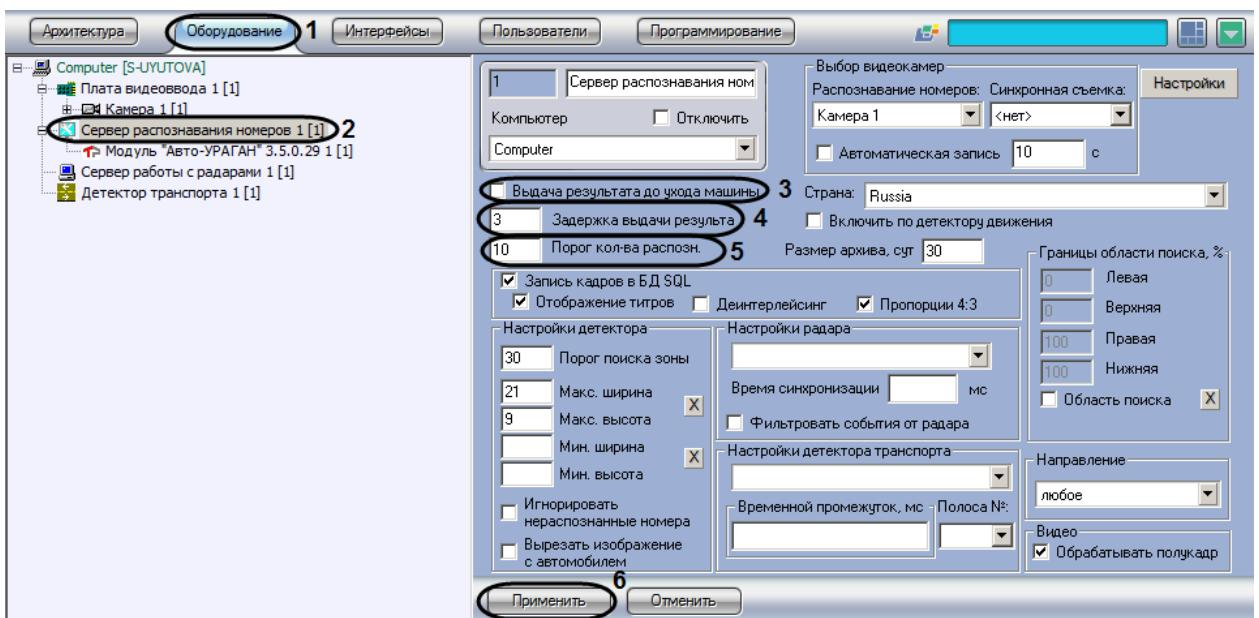

Рис. 7.2—17. Выбор параметров обработки номерного знака
1. В диалоговом окне «Настройка системы» перейти на вкладку «Оборудование» (Рис. 7.2—17, 1).
2. В дереве объектов на вкладке «Оборудование» выбрать объект «Сервер распознавания номеров», соответствующий активированному программному модулю «Авто-УРАГАН 3.5.0.29» или «VIT»(см. раздел «Активация программного модуля, используемого для распознавания номеров», Рис. 7.2—17, 2). В правой части вкладки «Оборудование» отобразится панель настройки выбранного объекта.
3. Установить флажок «Выдача результата до ухода машины» (см. Рис. 7.2—17, 3). В том случае, если флажок «Выдача результата до ухода машины» установлен, результат выдается до реального ухода машины из кадра (номера данной машины из границ поиска номерного знака). В противном случае, окончательный результат выдается только после реального ухода машины из кадра.
4. Задать параметр «Задержка выдачи результата» (секунды) (см. Рис. 7.2—17, 4). В том случае, если данный параметр задан, результат распознавания будет выдаваться сразу после того, как пройдет промежуток времени, заданный данным параметром. Данный промежуток времени начинает отсчитываться после первого распознавания номерного знака.
*Примечание. Данный параметр используется только при установленном флагажке «Выдача результата до ухода машины» (см. Рис. 7.2—17, 3).*
5. Задать параметр «Порог кол-ва распозн.» (см. Рис. 7.2—17, 5). В том случае, если данный параметр задан, результат распознавания будет выдаваться сразу после того, как количество надежных распознаваний номерного знака превысит значение данного параметра. Счетчик количества распознаваний является накопительным и не сбрасывается в случае временных потерь данной зоны или неправильных распознаваний.